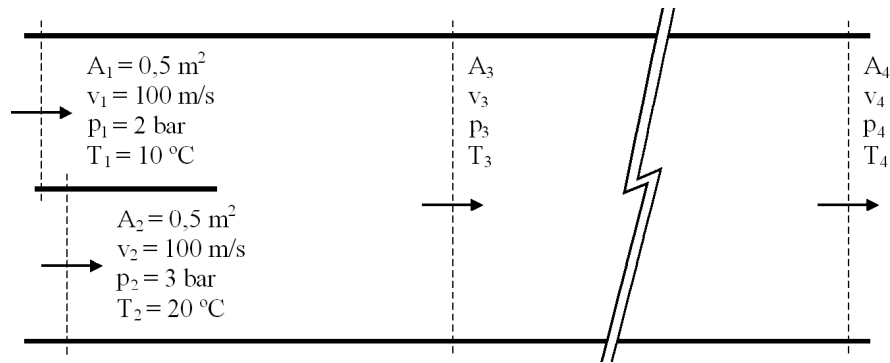

Figura 3.9: Mezcla de dos corrientes de aire.
La figura 3.9 muestra un conducto donde se mezclan dos corrientes de aire. La corriente superior (1) tiene una velocidad $v_1 = 100 \text{ m/s}$, una temperatura $T_1 = 10^\circ\text{C}$, una presión manométrica de $p_1 = 2 \text{ bar}$ y un área $A_1 = 0,5 \text{ m}^2$; la corriente inferior (2) tiene una $v_2 = 100 \text{ m/s}$, una temperatura $T_2 = 20^\circ\text{C}$, una presión manométrica de $p_2 = 3 \text{ bar}$ y un área $A_2 = 0,5 \text{ m}^2$. Calcular la presión p_3 .